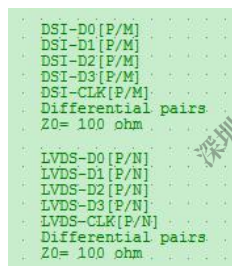

图 2-54 LVDS、MIPI-DSI 信号走线阻抗要求
- 需在原理图中标注清楚 LVDS、MIPI-DSI 信号线的走线阻抗要求，以便 PCB layout 设计，如图 2-54 所示：